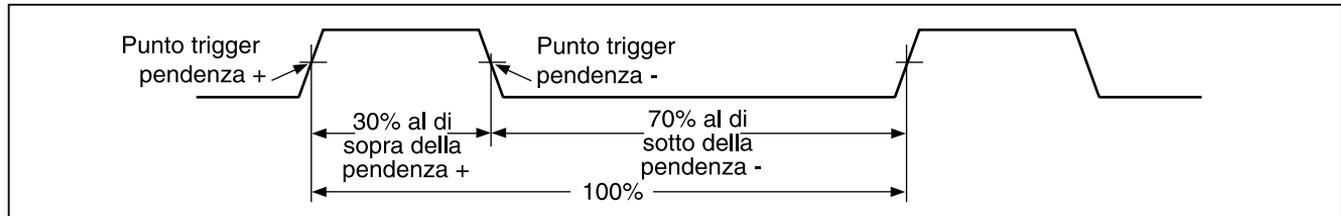

Figura 9. Parametri della misura del duty cycle.
Per misurare la frequenza, collegare il multimetro alla sorgente del segnale e premere . Se si preme  la pendenza dell'impulso di trigger passa tra + e - come indicato dal simbolo a sinistra del display (vedi figura 9 nella sezione "Misure del duty cycle"). Premendo  si avvia e si interrompe il contatore.
Il duty cycle (fattore o ciclo di utilizzazione) è la percentuale del tempo in cui un segnale si viene a trovare sopra o sotto il livello di trigger durante un ciclo (Figura 9). La funzione duty cycle serve soprattutto per misurare il tempo di attività e inattività dei segnali logici e di commutazione. Per esempio, i sistemi di iniezione elettronica del carburante e gli alimentatori a commutazione sono regolati mediante impulsi di ampiezza variabile che si possono controllare misurando il duty cycle.
2. Premere  una seconda volta per misurare il duty cycle del segnale. Premere  per selezionare una misura dell'impulso positivo o negativo del segnale (vedi figura 9).